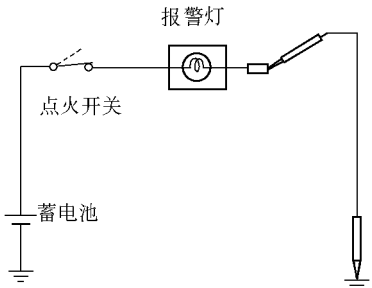

图 18-129 检查报警灯
(1) 检查报警灯。从停车制动开关脱开接插件，并将配线侧接插件的端子接地，将点火开关置于 ON 位置，如图 18-129 所示。检查报警灯是否点亮。